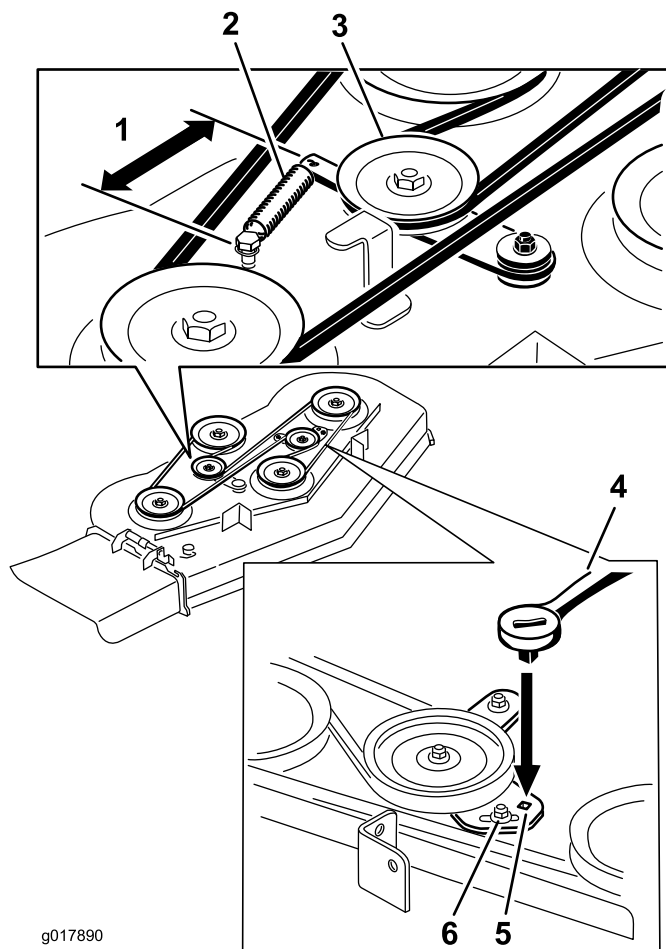

Figure 73
5. Enlevez la courroie usée du tablier de coupe (Figure 73).
6. Montez la nouvelle courroie autour des poulies du tablier de coupe et de la poulie d'embrayage (Figure 73).
7. Au moyen d'un rochet dans le bras de renvoi, serrez la poulie de tension jusqu'à ce que le ressort soit tendu à 165 mm (6,5") entre les crochets (Figure 73).